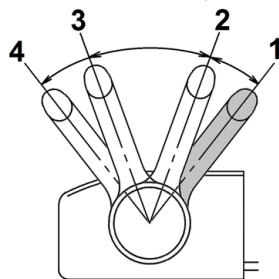

Рис. 18 Запуск двигателя
2. Закройте воздушную заслонку карбюратора. Для этого переведите рычаг газа в положение «1» (Рис. 18).